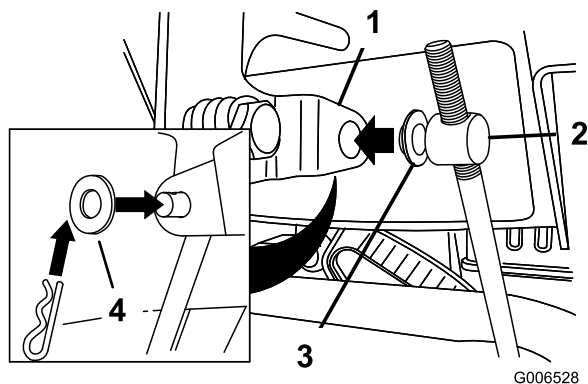

Figure 5
3. Placez une rondelle plate sur le tourillon (Figure 5).
6. Appuyez sur la tige de commande de vitesse et insérez le tourillon dans le trou du levier sélecteur de vitesse (Figure 5).
- B. Désaccouplez le tourillon du sélecteur de vitesses (Figure 5).
- C. Tournez le tourillon vers le bas (sens horaire) sur la tige de commande de vitesse (Figure 5).
- D. Accouplez le tourillon au sélecteur de vitesses (Figure 5).